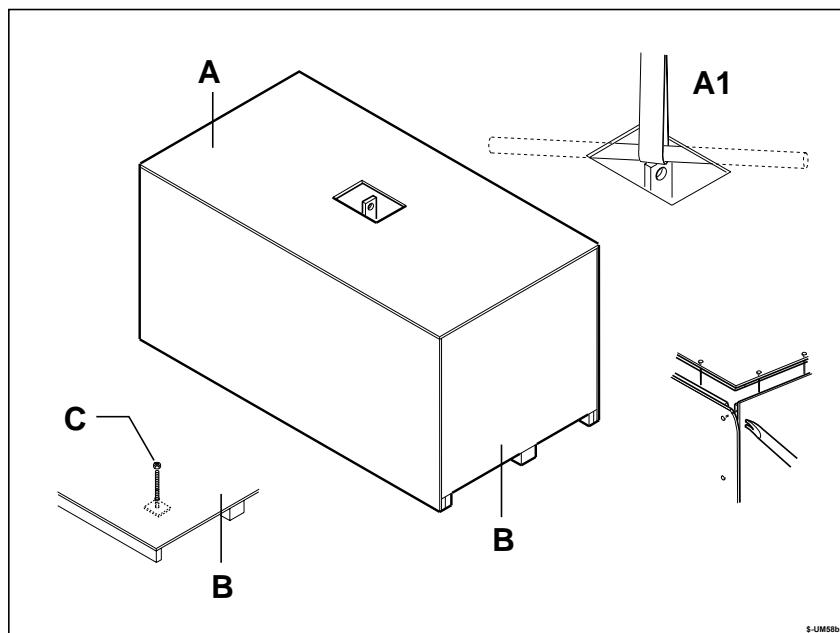

Fig. 4.1.1a
- sostenere il tetto A (fig. 4.1.1a) come in A1